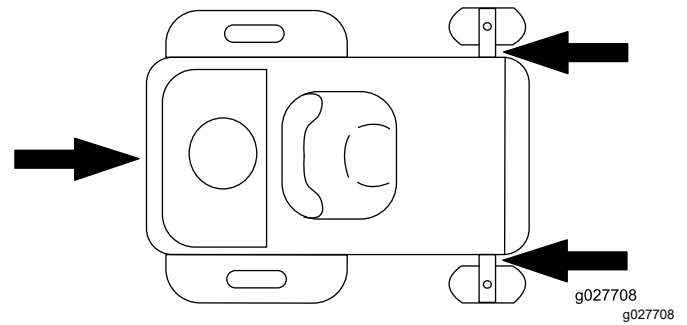

Figure 31
6. Arrimez la machine près des roues pivotantes avant et du cadre arrière à l'aide de sangles, chaînes, câbles ou cordes (Figure 31). Reportez-vous à la réglementation locale concernant les exigences en matière d'arrimage.